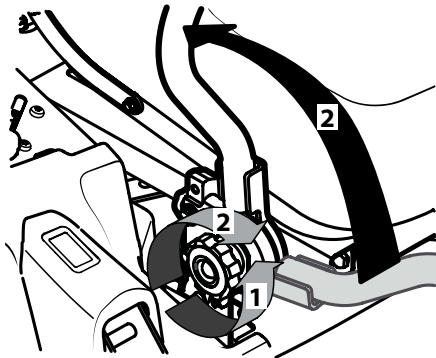

Figura 2-4
1. Afloje las perillas de la palanca de control ubicadas a un lado de las palancas de control de la transmisión. Consulte Figura 2-4.
2. Levante y gire esa palanca de control hacia arriba hasta la posición deseada y asegúrela en su lugar ajustando la perilla de la palanca de control. Consulte Figura 2-4.